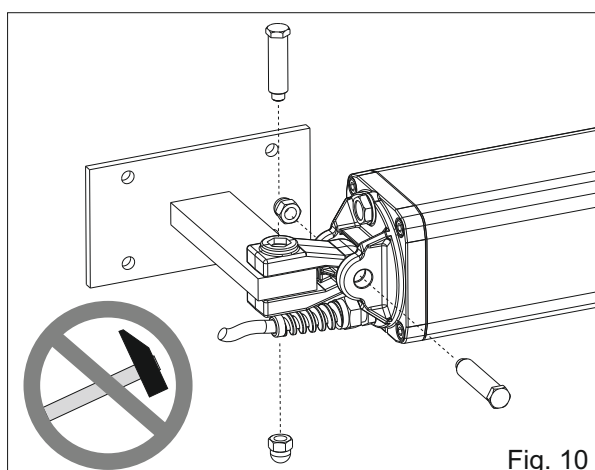

Fig. 10
- Fixer la fourche oscillante comme en Fig. 10